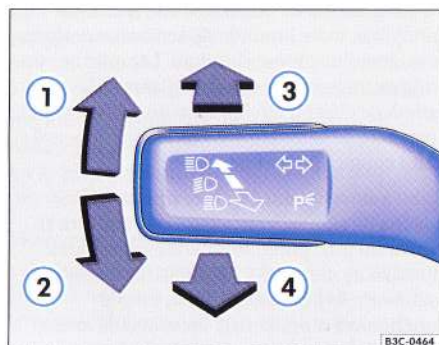

Fig. 39 Maneta pentru luminile de semnalizare și lumina de drum.
- Acționați maneta în sus până la limită ⇒ fig. 39 ① pentru a semnaliza la dreapta, respectiv în jos ②, pentru a semnaliza la stânga.
- Acționați maneta în față ⇒ fig. 39 ③, pentru a aprinde lumina de drum. Când lumina de drum este aprinsă, în tabloul de bord se aprinde lampa de control ④.